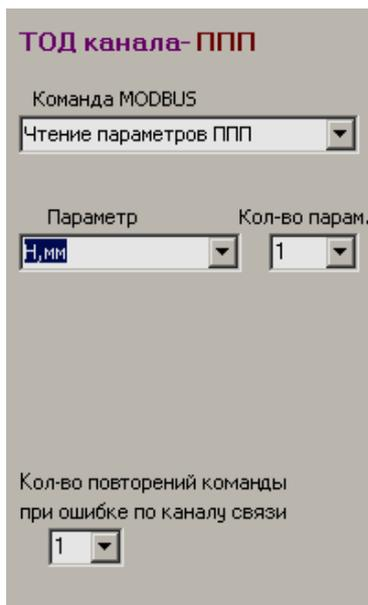
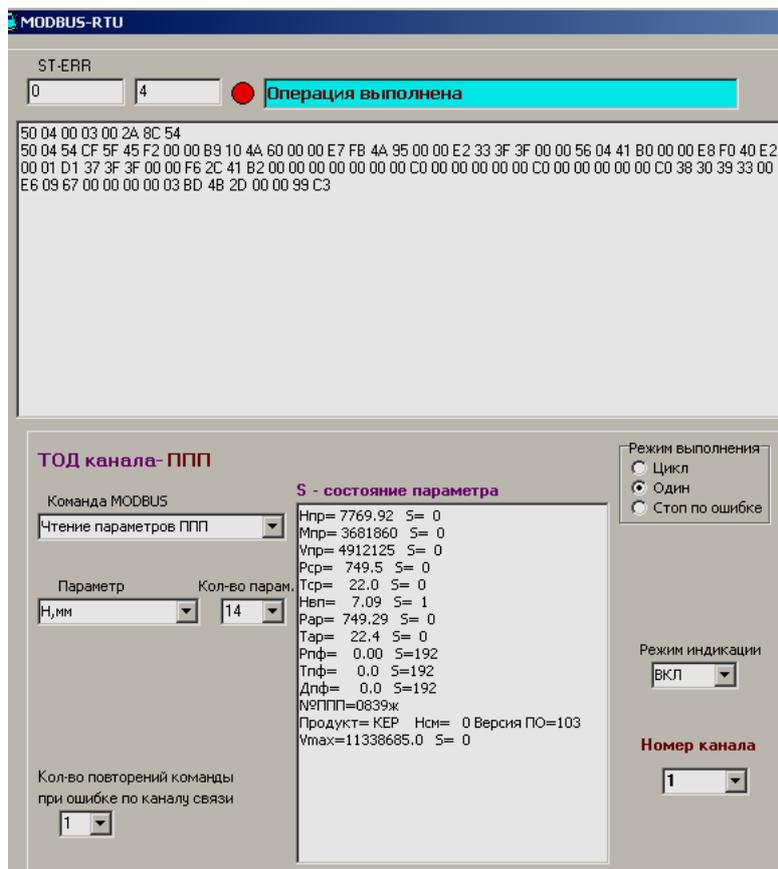

Рисунок 7.8
Рисунок 7.9
7.1.9.1 «Чтение параметров ППП». Команда используется для чтения значений прикладных параметров ППП. Параметры для чтения представлены в таблице 7.1. При выборе команды на форме отображаются дополнительные параметры «Параметр» и «Кол-во парам.» (рисунок 7.8). Значение «Параметр» определяет начальный параметр для чтения, «Кол-во парам.» – количество параметров для чтения. Если начальный «Параметр» равен «Н,мм», то максимальное количество параметров для чтения в соответствии с КШЮЕ.421451.002ПО равно 14 (рисунок 7.9). При этом последний читаемый параметр «Vmax, л». Количество 14 соответствует чтению 42 регистров. Если начальный «Параметр» равен «V, л», то максимальное количество параметров для чтения равно 13. При этом последний читаемый параметр «ДУТ, мм». Если начальный «Параметр» равен «ДУТ, мм», то максимальное количество параметров для чтения равно 1, в противном случае Slave формирует ответ-исключение.